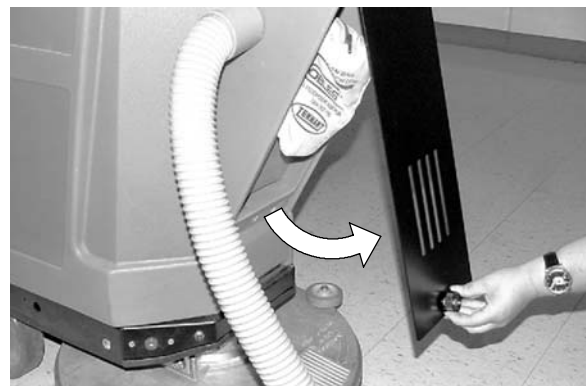

FIG. 21
2. Mantenimiento de la bolsa de polvo: Abra la puerta del compartimento de control del polvo para tener acceso a la bolsa de polvo. (Figure 21).